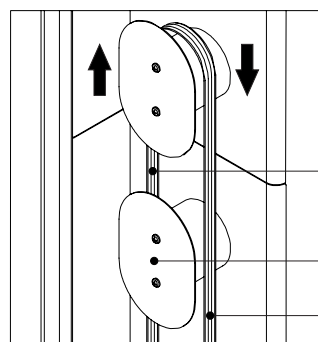
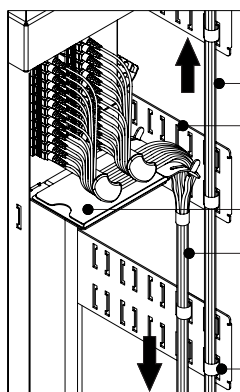

Figura 12D
Figura 13C
7. Passe os cordões pela parte de trás do tubo guia e retorne os cordões pela parte frontal do tubo guia. Utilize a tabela 3 (página 32) para a definição do tubo guia a ser utilizado de acordo com a posição do Sub-Rack (veja figura 12D).
5. Fixe os cordões nos demais guias laterais, conduzindo-os até o último guia lateral do Rack FTH-300 (veja figura 13C).
6. Encaminhe os cordões pela parte traseira do guia inferior de cabos (item 2), passando pela Curva Guia de cabos (item 3) até o tubo guia (item 4).
7. Passe os cordões pela parte de trás do tubo guia e retorne os cordões pela parte frontal do tubo guia (veja figura 12D, página 30).